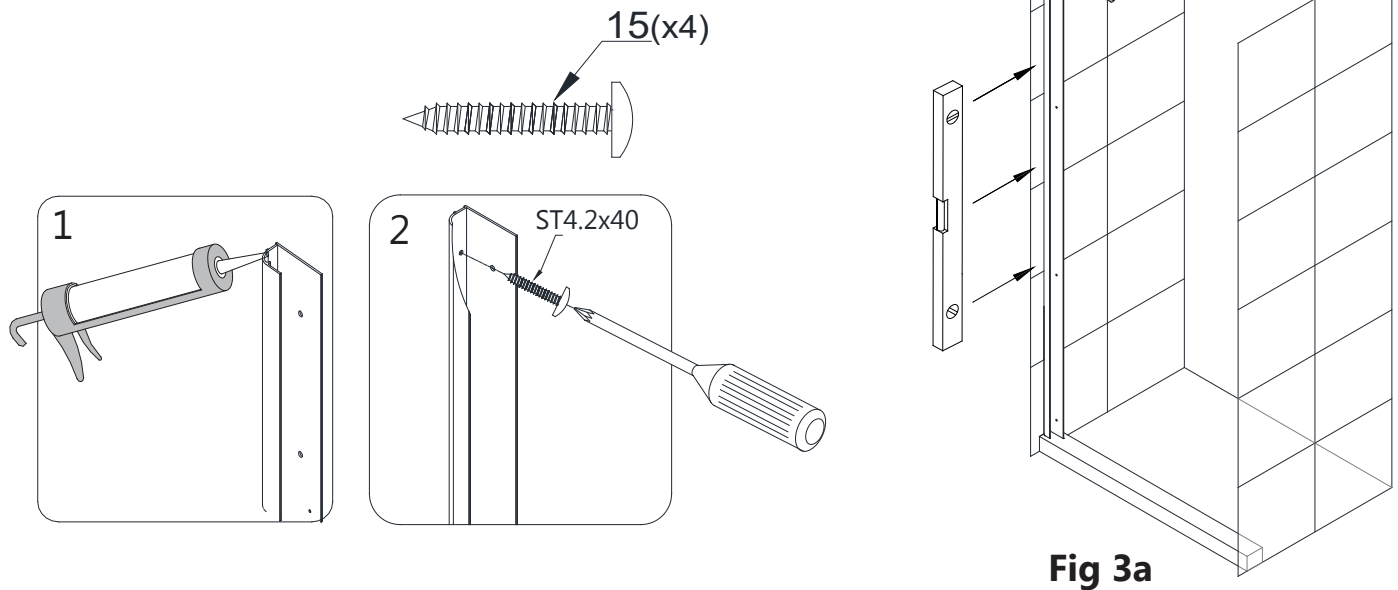

Fig 3a
3. Appliquez du silicone à l'arrière du profilé mural (côté charnière) (#01). Fixez le profilé mural (côté charnière) (#01) au mur à l'aide des vis à tête bombée ST4.2x 40 (#15). (figure 3a)